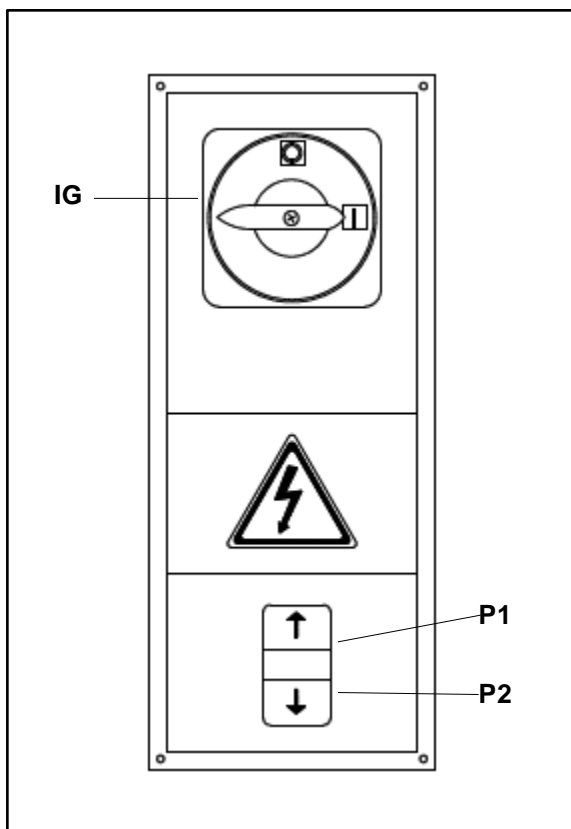

Fig. 61
- 3) Stäng el-panelen, ställ huvudströmbrytaren (ref. "IG" in Fig. 61) i läge 1. Tryck sedan på LYFT-knappen (ref. P1 in Fig. 61). Om släden sänks, byt plats på 2 av faserna.
MANÖVERLÅDA FIG. 61
Fig. 61 a